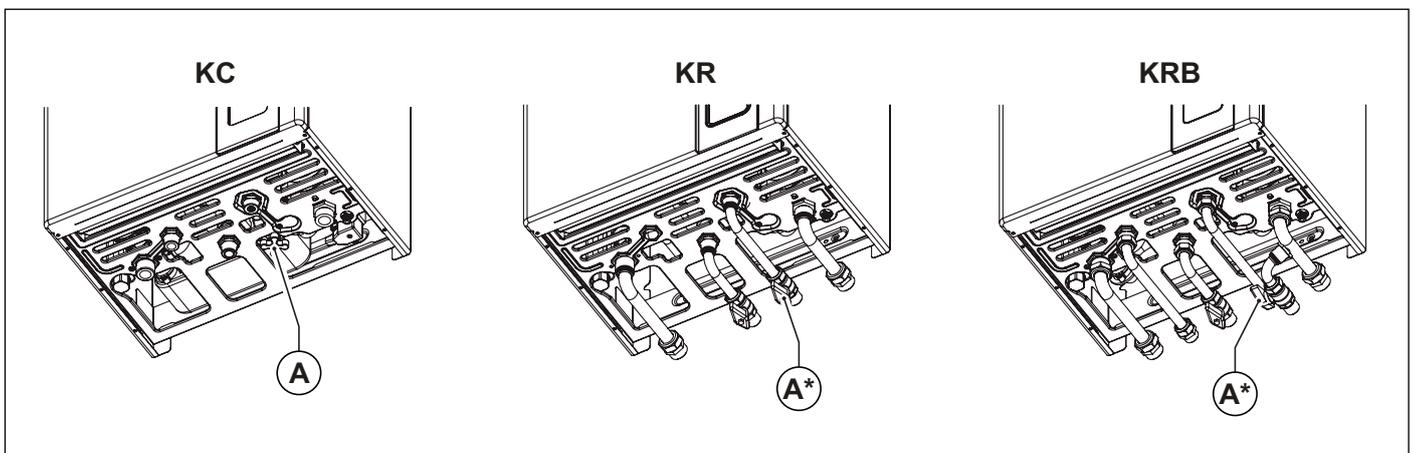

Fig. 2 Llaves de llenado
Llenar la instalación actuando sobre el grifo de llenado (A) (ver Fig. 2 Llaves de llenado).